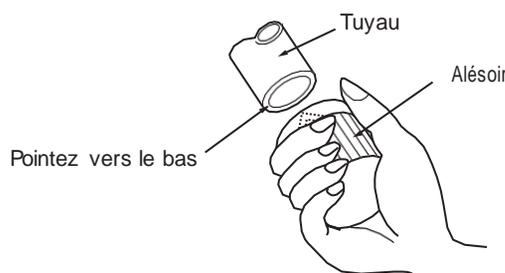

**Fig. 7.5**
1. Assurez-vous que le tuyau est coupé à un angle parfait de 90°. Référez-vous à la Fig. 7.5 pour des exemples de mauvaises coupes.